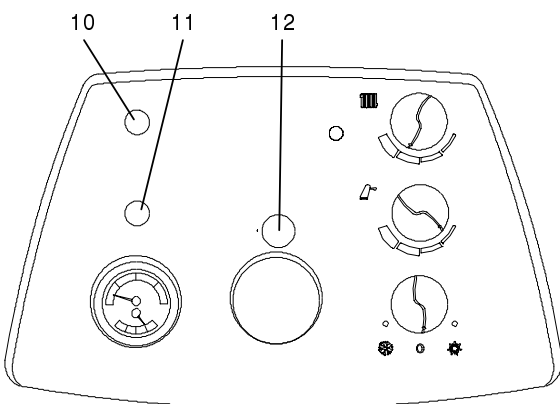

Fig. 3.2
**Si le voyant de blocage s'allume (12 – Fig. 3.2)...**
Pour que la chaudière puisse fonctionner de nouveau, il faut appuyer sur le voyant qui sert également de bouton-poussoir pour la remise en marche (Fig. 3.2).
**Si le voyant de blocage (12 – Fig. 3.2) est éteint mais si la chaudière ne fonctionne pas ...**
Il est possible que le thermostat de sécurité (10 – Fig. 3.2) soit intervenu. Pour le réarmer, appuyer sur le bouton après avoir enlevé le capuchon de protection.
Il peut y avoir également un blocage de sécurité en cas d'intervention du dispositif de contrôle des fumées décrit au paragraphe 3.3 de ce chapitre. Pour le réarmer, appuyer sur le bouton 11 de la Fig. 3.2 après avoir enlevé le capuchon de protection.